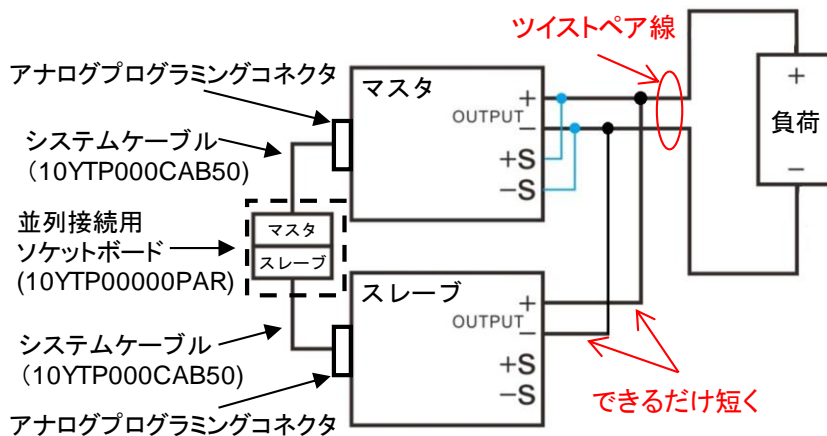
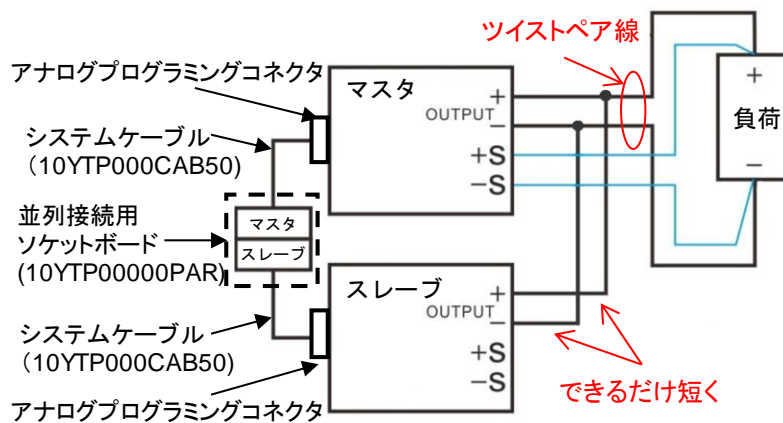

Fig.6-4 2台並列運転時のローカルセンシング
Fig.6-5 2台並列運転時のリモートセンシング
- (1) 「並列接続用ソケットボード」と各機のアナログプログラミングコネクタを「システムケーブル（オプション）」で接続します。
- (2) 2 台を並列接続する場合は「2 台並列用ケーブル（オプション）」が使用できます。
- (3) 「並列接続用ソケットボード」、「2 台並列用ケーブル」がない場合、下図に基づき各アナログプログラミングコネクタピンを接続します。
- (4) 配線図 (Fig.6-4, Fig.6-5) に基づき出力端子を負荷に接続してください。「7.1 配線の説明」を参照のうえ適切な導線経路を選択してください。各機を負荷に接続させる場合、ケーブルの長さを短くし、同じ長さのケーブルを使用することを推奨します。